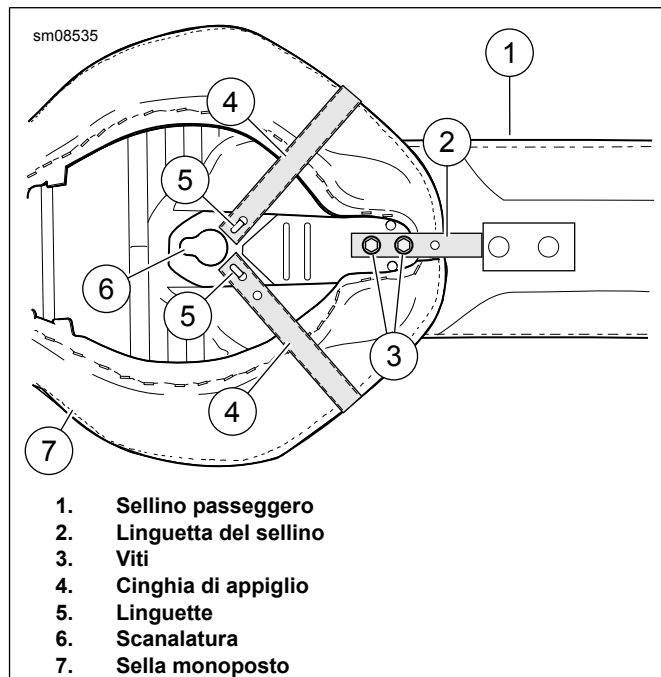

Figura 4. Installazione sellino e cinghia di appiglio
6. Vedere Figura 4. Fissare il sellino del passeggero alla sella monoposto facendo scorrere la staffa metallica che si trova sul sellino sopra la sella monoposto. Fissare la linguetta metallica sul sellino alla sella monoposto con le viti flangiate (3). Serrare a 4,5–6,8 N·m (40–60 in-lbs).
7. Installare la cinghia di appiglio (4) in fondo alla sella. Agganciare un capo della cinghia di appiglio sulla linguetta (5) posta sulla parte inferiore della sella. Far passare la cinghia di appiglio sopra la sella. Agganciare l'altro capo sulla linguetta rimanente.